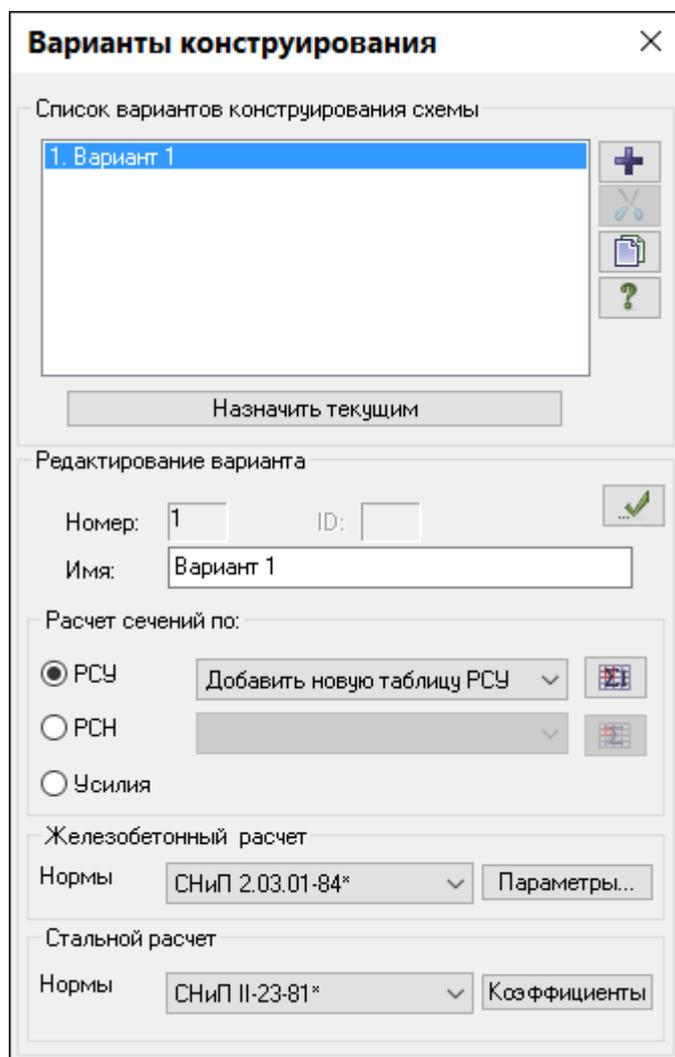

Рис.12.11. Диалоговое окно **Варианты конструирования**
- Вызовите диалоговое окно **Варианты конструирования** (рис.12.11) щелчком по кнопке  – **Варианты конструирования** (панель **Конструирование** на вкладке **Создание и редактирование**).